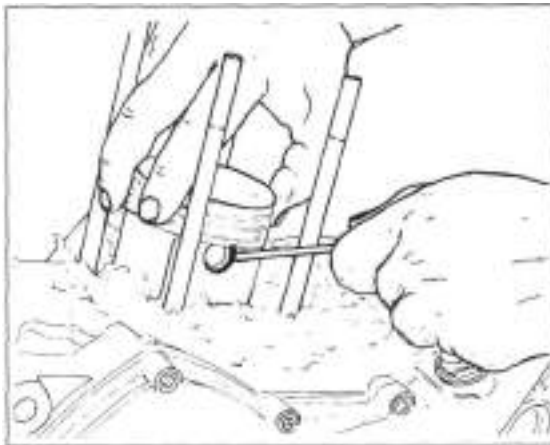

Bild 167
- 🧰 Um Unrundheit und Konizität zu prüfen, Zylinderdurchmesser auf den in Bild 167 gezeigten Ebenen in Fahrtrichtung und im rechten Winkel dazu messen. Verschleissgrenze Unrundheit: 0,01 mm; Konizität: 0,015 mm.